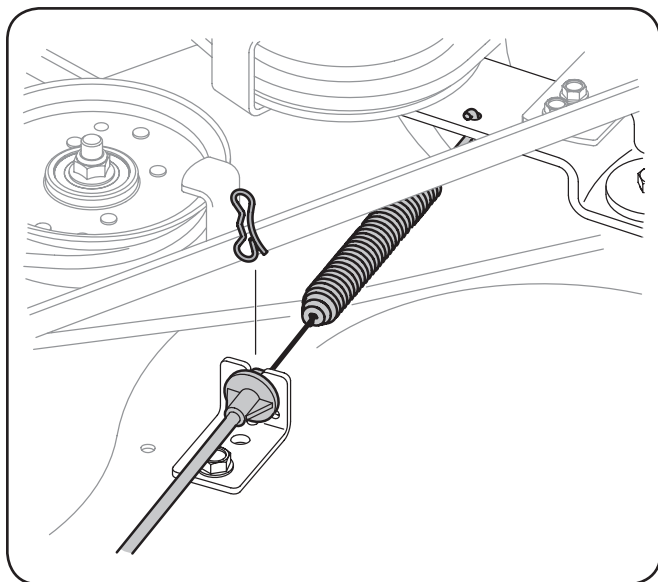

Figure 7-4
9. Retire con cuidado la cubierta de participar cable de la parte trasera de la plataforma de corte mediante la eliminación de la pajarita clip de chaveta que lo sujeta. Retire el muelle del soporte rueda loca de la cubierta. Véase la Figure 7-4.
- c. Vuelva un colocar la cubierta de participar de cable. Véase la Figure 7-4.